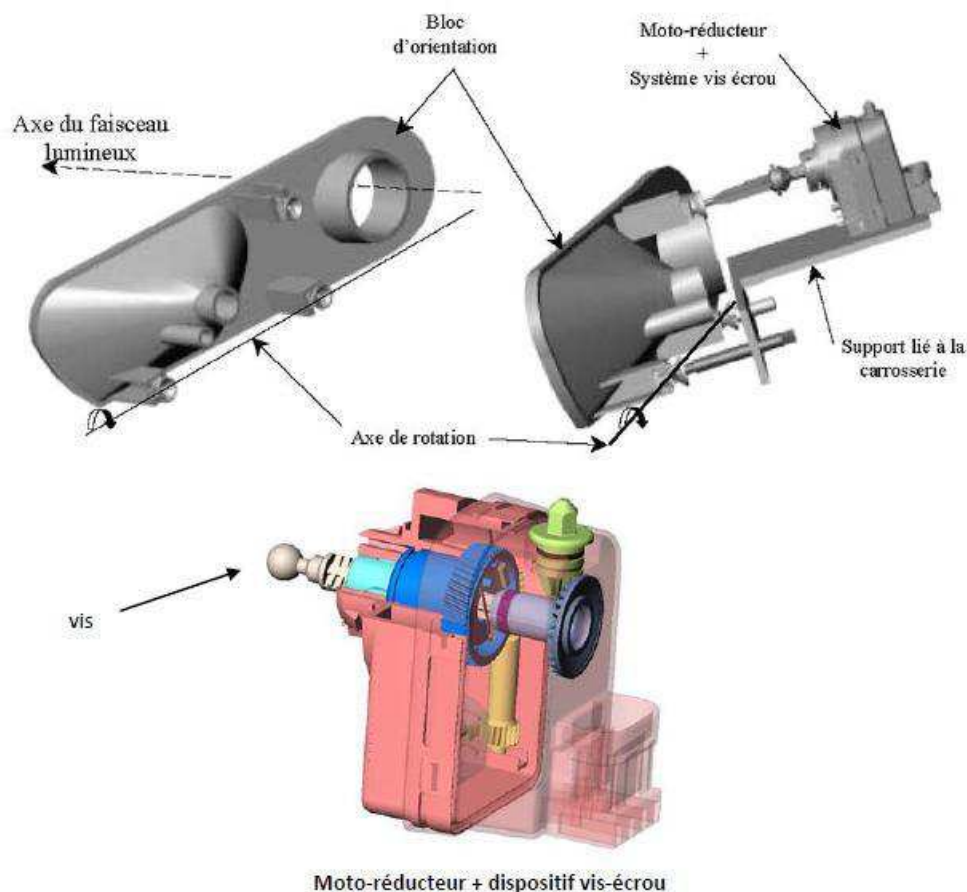

Figure 1
La chaîne d'action complète comprend (figure 1) :
- un **bloc d'orientation** qui supporte les différentes lampes du phare (codes, clignotants...). Il peut pivoter par rapport au support lié à la carrosserie autour d'un axe de rotation horizontal (voir figure 1). Le bloc est protégé par une vitre liée à la carrosserie. Ce mouvement est motorisé grâce au moto-réducteur + système vis écrou. L'angle de correction de portée $\theta(t)$ étant petit, on peut linéariser la loi entrée-sortie sur le domaine d'utilisation, l'angle $\theta(t)$ est alors proportionnel au déplacement $x(t)$ de la vis suivant la loi suivante :